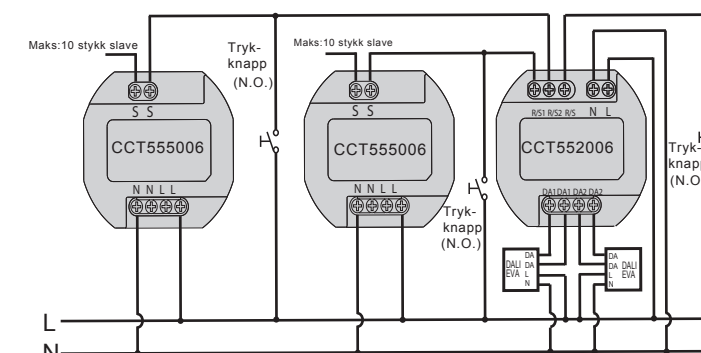
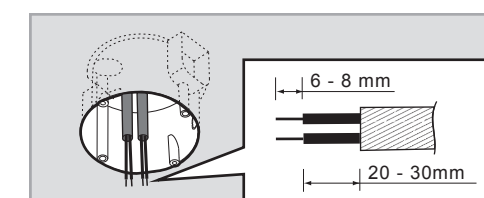
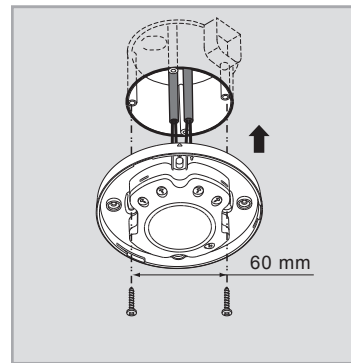
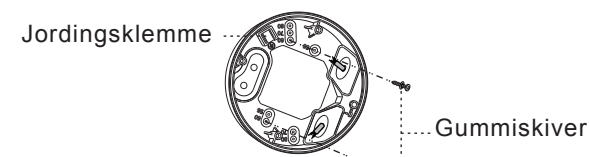

FIG. 5
FIG. 7
FIG. 8
FIG. 13
3.3.1.1 Normal drift (se FIG. 5)
3.4.1.2 Trekk ut AC strømledningene fra den koblingsboksen av europeisk standard (se FIG. 7), trekk deretter av 6 - 8 mm av kabelmantlingen til å opprette kabeltrekket (se FIG. 5).
3.4.1.3 Vennligst se i illustrasjonen i FIG. 8 når det gjelder korrekt kabeltrekk og fiksere strømboksen i koblingsboksen av europeisk standard med 2 stykk skruer (se FIG. 8).
- 3.4.2.3 Vennligst se i illustrasjonen på FIG. 5 når det gjelder korrekt kabeltrekk, og skru deretter strømbokskappen godt fast.
3.4.3.3 Velg ordentlige utstøtere for å feste koblingsboksen til overflaten på takbordet med to festeskruer som festes med gummiskiver (se FIG. 13).
3.4.3.4 Se i koblingsskjemaene for å opprette korrekte ledningstilkoblinger (se FIG. 5). Det finnes et firkantet hull i festeplaten. Når du setter festeplaten inn i koblingsboksen, må du passe på at du fester falsen i fremspringet i koblingsboksen (se FIG. 8). Fest deretter detektorhodet på strømboksen idet du går frem som vist i FIG. 13, og fest dem med de vedlagte 4 stykk non-drop skruene.